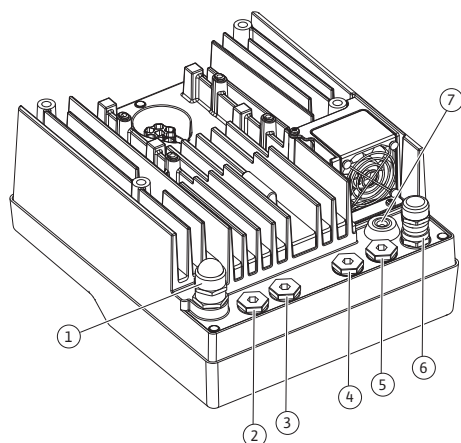

Fig. 19: Kabelske uvednice/skoznjiki za kabel
4. Priključni kabel speljite skozi kabelsko uvodnico M25 (Fig. 19, poz. 1). Kabelsko uvodnico privijte s predvidenim navorom.